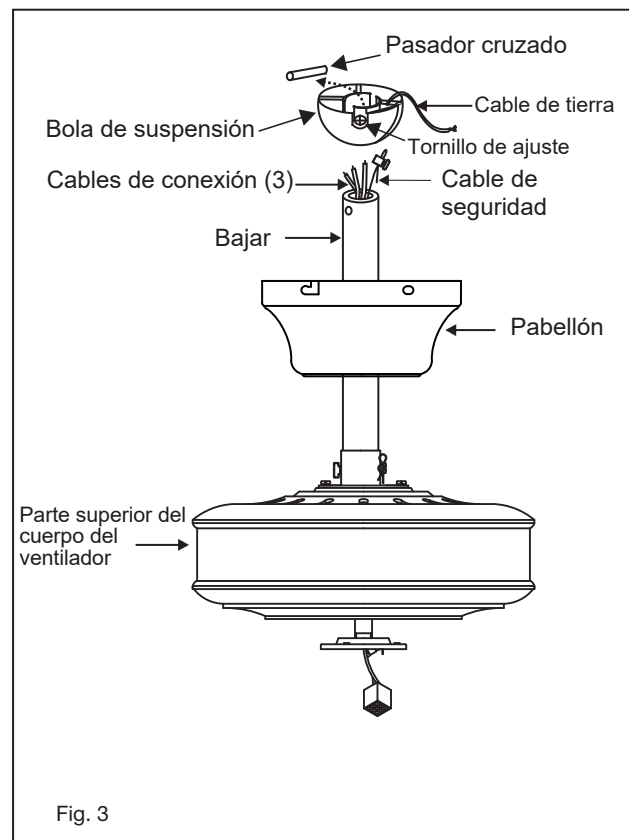

Fig. 3
- 7 Inserte 2 tornillos en el soporte de suspensión, dejándolos parcialmente afuera (Fig. 3).
- 1 Desliza el dosel sobre la varilla. (Fig. 3)